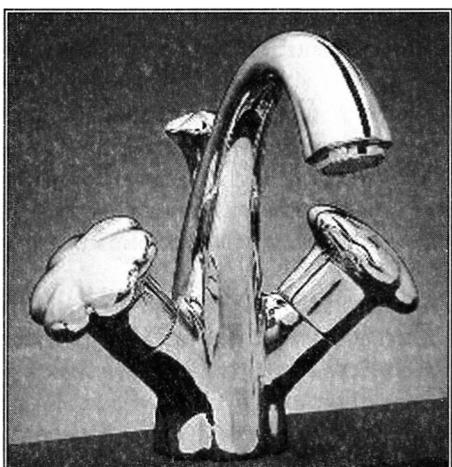

Рисунок 18. Двухвентильный смеситель
**Двухвентильный смеситель** (рис. 18) внешне представляет собой оснащенный двумя ручками кран.